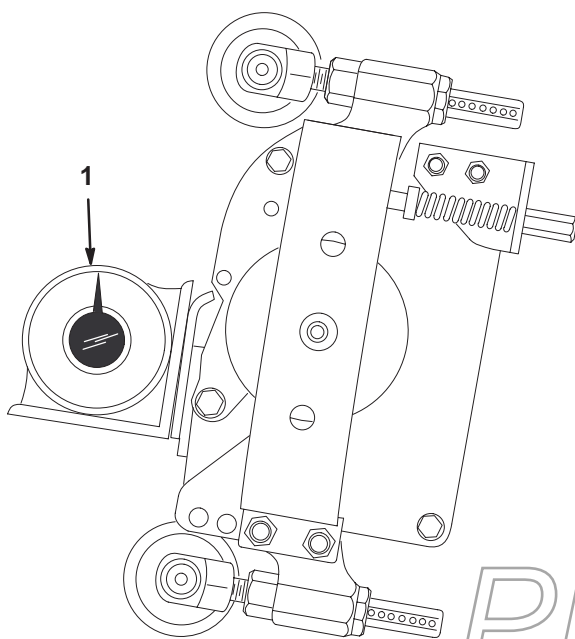

Fig. 20
1. Placera en vinkelindikator, Toro artikelnr 99-3503, på underkniven och mät underknivens vinkel (fig. 20).